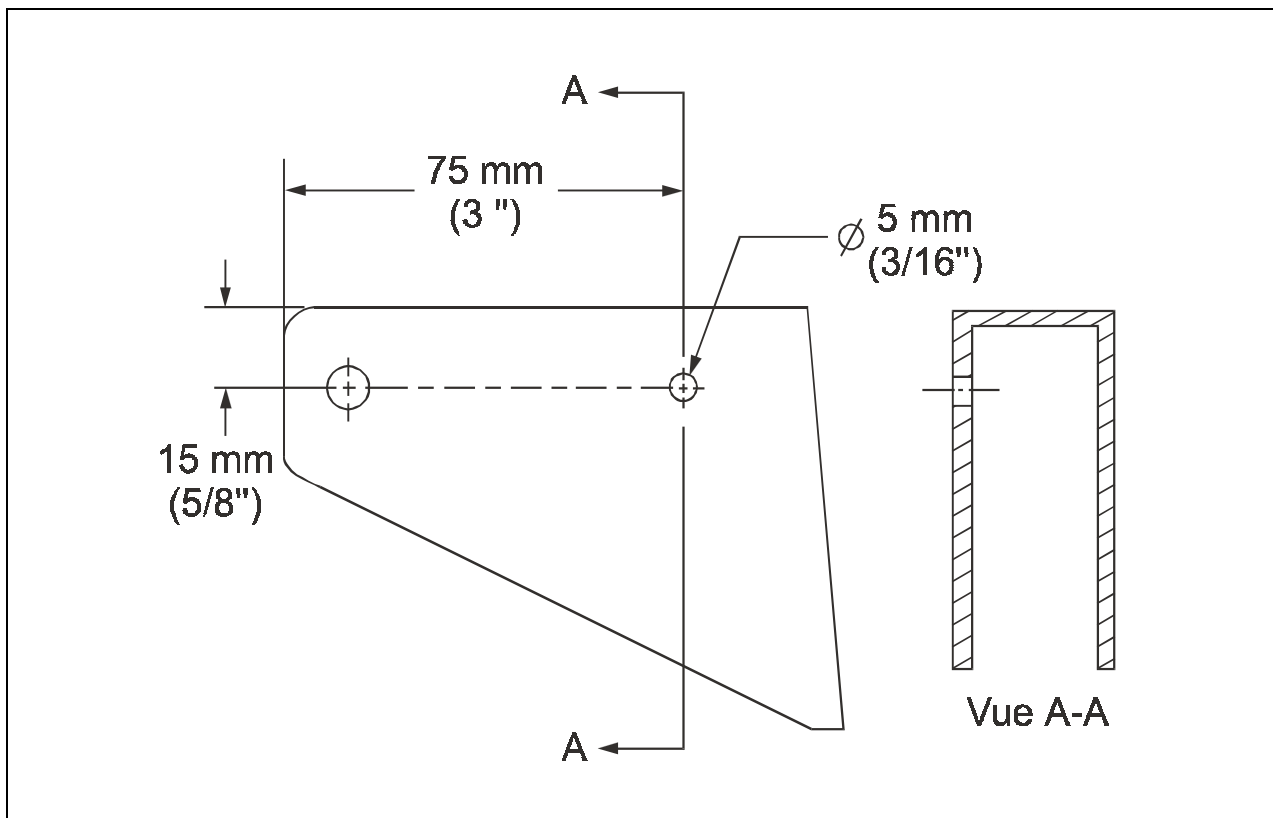

Figure 1 : Emplacement du trou de passage à percer.
3. Percer un trou de 5 mm (3/16") dans une plaque intérieure selon le schéma présenté à la figure 1. Fixer la pièce de retenue de plastique à l'aide, au choix, d'un rivet ou d'une vis et d'un écrou.